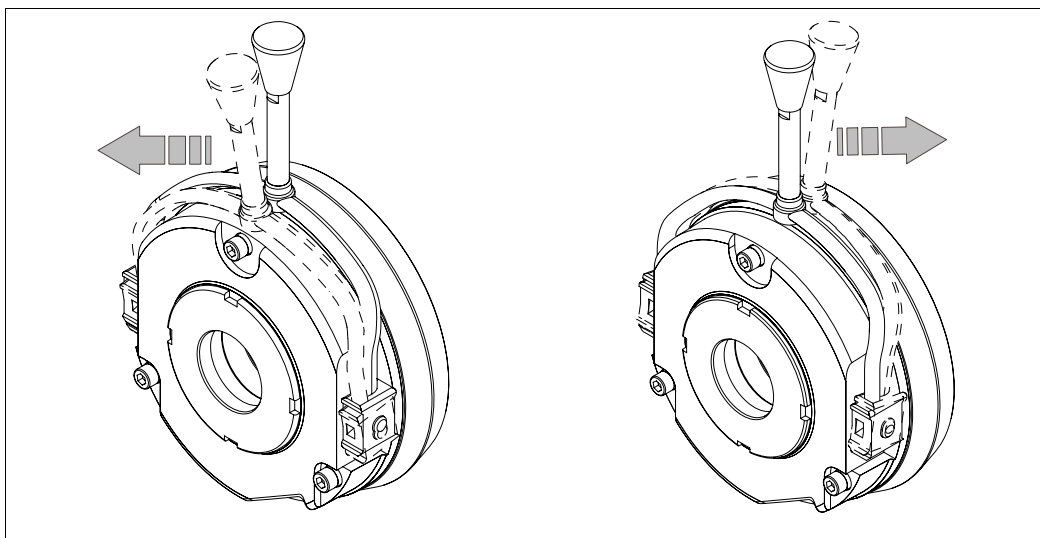

Abb. 20 Betätigungsrichtung des Hebels
1. Am Hebel (Abb. 20) mit ca. 150 N ziehen bis der Widerstand stark ansteigt.